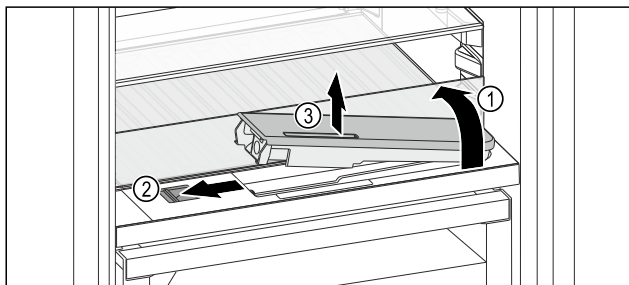

Fig. 172
- Ngrini lart pllakën e xhamit dhe kthejeni për prapa deri në fund Fig. 172 (1).
- Shtyni rrëshqitësen Fig. 172 (2) nga e majta.
- Hiqni depozitën e ujit Fig. 172 (3).